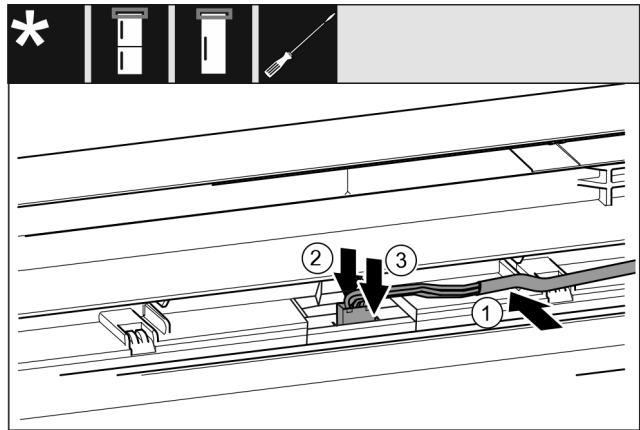

Fig. 44
- ▶ Shtroni me kujdes kabllon ngjyrë gri në udhëzuesin të dera lart. Fig. 44 (1)
- ▶ Shtypni nga prapa majën e kapjes. Fig. 44 (2)
- ▶ Mbërtheni në vend spinën. Fig. 44 (3)